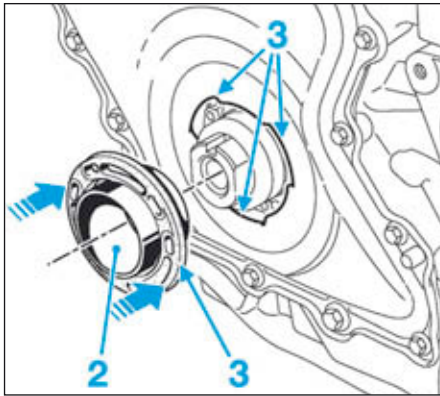

FIG.60
- Placer l'ensemble neuf «protecteur de montage (2) - joint d'étanchéité de vilebrequin (3)» sur le vilebrequin (Fig.60).